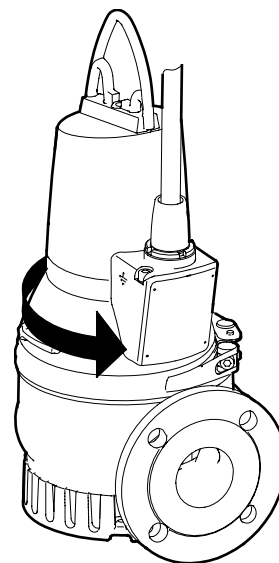

Рис. 9 Направление вращения
3. При правильном подключении электродвигателя насос будет испытывать резкий рывок в направлении, противоположном направлению вращения, смотрите рис. 9. В противном случае необходимо поменять местами подключение двух любых входных проводов питания электродвигателя.